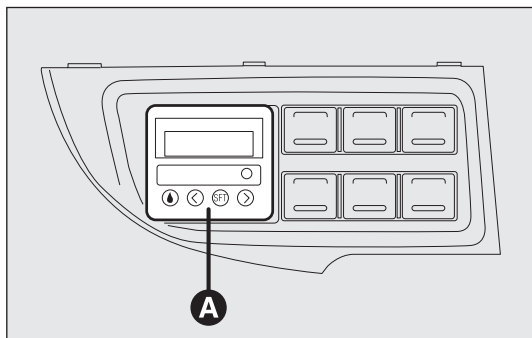

fig. 55
- En digital timer A-fig. 55 för manuell tillkoppling av kupévärmaren eller för programmering av tillkopplingstiden.